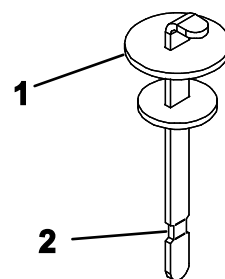

**Figura 62**
3. Pulite la zona intorno al collo del bocchettone e il tappo del serbatoio idraulico (Figura 62). Togliete il tappo dal collo del bocchettone.